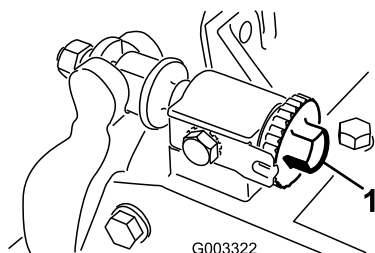

Рисунок 11
1. Установите режущий блок на ровной горизонтальной поверхности. Поверните регулировочные винты неподвижного ножа против часовой стрелки, чтобы неподвижный нож не касался барабана (**Рисунок 11**).